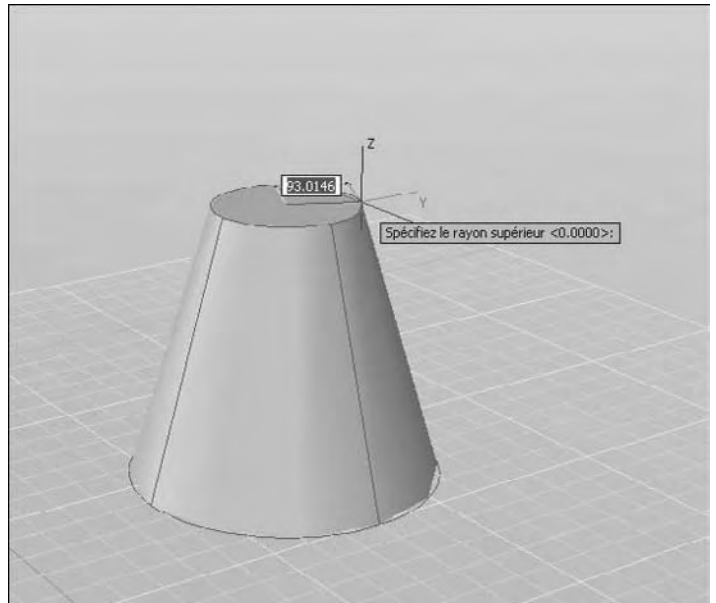

Fig.3.15
- 5 Spécifiez le rayon supérieur (fig.3.15).